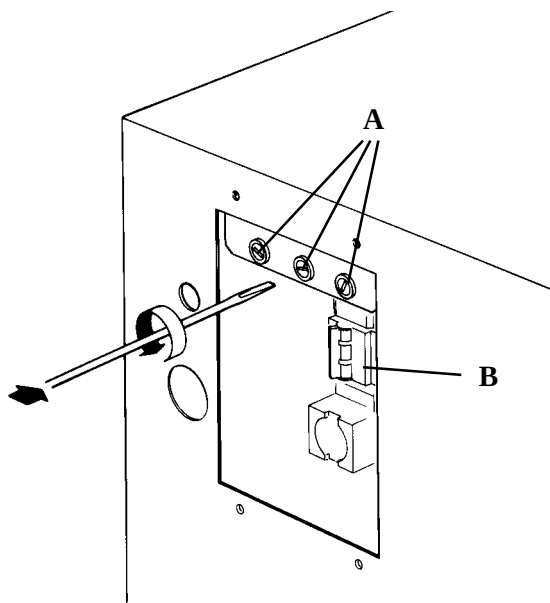

fig. 21
- Insert a screwdriver in the fuse-holder cap hole (**fig. 21/A**), tighten until the spring's resistance is overcome and rotate 1/4 counter-clockwise. The fuse-holder cap can be removed.
- Introducir un destornillador en la ranura del cabezal del portafusible (**fig. 21/A**), apretar hasta vencer la resistencia del muelle y girar un cuarto de vuelta en sentido antihorario. El cabezal del portafusible saldrá hacia fuera.
- Introduire un tournevis dans la rainure du cartouche du portefusible (**fig. 21/A**), serrer jusqu'à vaincre la résistance du ressort et tourner un quart de tour dans le sens contraire des aiguilles d'une montre. Le cartouche du porte-fusible sortira dehors.
- Disassemble the terminal box cover as indicated, at the beginning of this chapter, to reach the Protection Switch (**fig. 21/B**) and re-instate.
- Desmontar la tapa de la caja de bornes tal como se ha descrito, al inicio de este capítulo, para acceder al Interruptor de Protección (**fig. 21/B**) y conectarlo.
- Démonter le couvercle du boîtier de bornes comme indiqué au début de ce chapitre, pour accéder à l'Interrupteur de Protection (**fig. 21/B**) et le brancher.